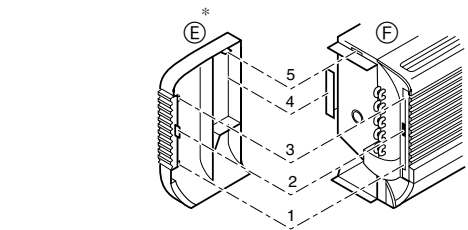

Fig. 3-10
- ④ De afvoerslang kan op twee plaatsen worden aangebracht. Gebruik de plaats die voor u het gemakkelijkst is en verwissel indien nodig de plaats van het afvoerbakje, de rubberen plug en de afvoerslang. (Fig. 3-10)